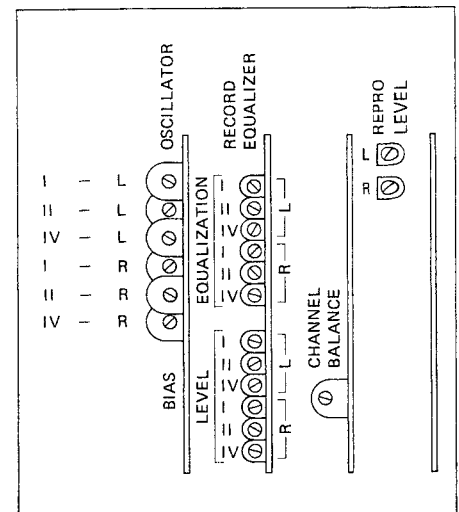

Fig. 5.3
- Den Generatorpegel verändern, bis am linken Ausgang 0,775 V anstehen. Mit dem Trimpotentiometer CHANNEL BALANCE (Fig. 5.3) den rechten Kanal auf den gleichen Pegel einstellen.
- Vary generator level until 0.775 V is available at the left-hand output. Adjust right-hand channel to identical level with the aid of CHANNEL BALANCE trimmer potentiometer (Fig. 5.3).
- Ajustez le niveau du générateur jusqu'à ce que la sortie gauche délivre 0,775 V. Réglez le canal droit au même niveau grâce au trimmer CHANNEL BALANCE (Fig. 5.3).
- Ajustez le trimmer PEAK METER CALIBRATION (fig. 5.3) pour les deux canaux de façon à ce que les deux segments situés à gauche du symbole DOLBY (0 dB) s'allument à peine.
- Wiedergabepegel mit den Trimpotentiometern REPRO LEVEL L und R so einstellen, dass am LINE OUTPUT +2 dBu (0,97 V) ansteht (Fig. 5.3).
- Adjust reproduce level with trimmer potentiometers REPRODUCE LEVEL L and R in such a manner that +2 dBu (0.97 V) is available at the LINE OUTPUT (Fig. 5.3).